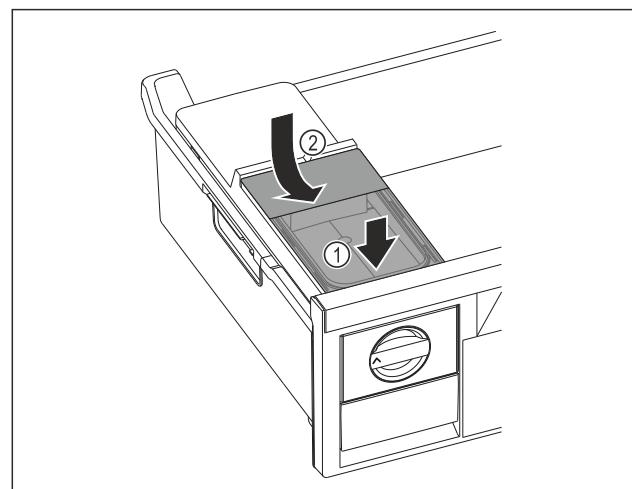

Fig. 70
- Помістити бак для води спереду. Fig. 70 (1)
- Опустити бак для води ззаду. Fig. 70 (2)